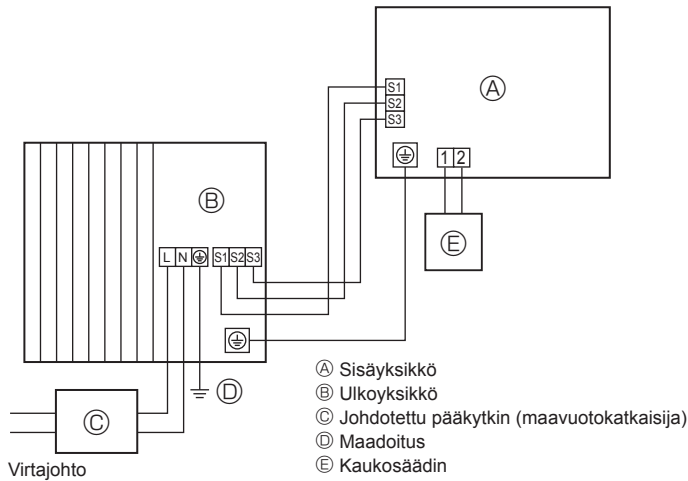
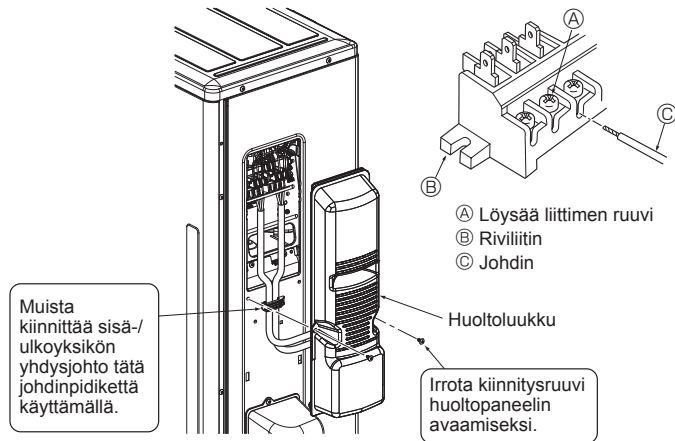
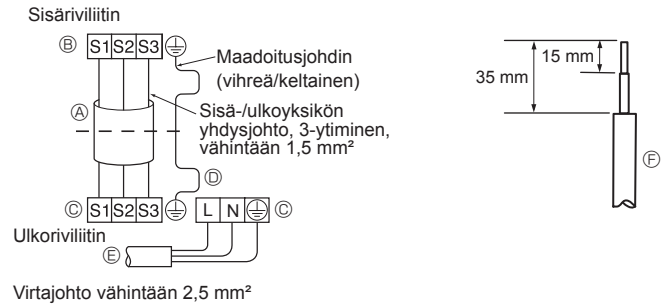

Fig. 6-1
Fig. 6-3
Fig. 6-2
6.1. Ulkoyksikkö (Fig. 6-1, Fig. 6-2, Fig. 6-3)
- ① Irrota huoltopaneeli.
- ② Johdota kaapelit Fig. 6-1, Fig. 6-2 ja Fig. 6-3 mukaisesti.
- Suorita johdotus vasemmassa alakulmassa olevan kaavion mukaisesti. (Hanki kaapeli paikallisesti.) (Fig. 6-2)
- ① Yhdyskaapeli
- ② Sisäriviliitin
- ③ Ulkoriviliitin
- ④ Asenna aina muita kaapeleita pitempi maadoitusjohdin.
- ⑤ Virtajohto
- ⑥ Johdin